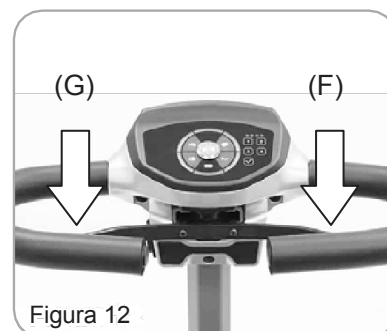

Figura 12
- Puxe o acelerador direito (F) para mover a scooter para a frente. Puxe o acelerador esquerdo (G) para mover a scooter para trás. Se necessário, estas definições podem ser invertidas pelo fornecedor local. (Figura 12)